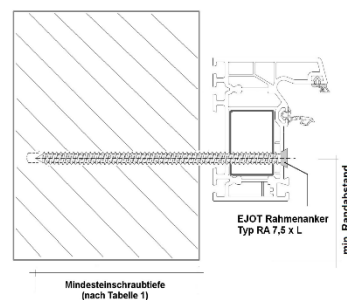

Bild 4 Montageausführung: **seitlicher** Anschluss für Kunststofffenster **mit** Stahlarmierung (2 Wandung) in hochwärmegedämmten Mauerwerk
- in hochwärmegedämmten HLZ- oder Hbl-Mauerwerk aus Leichtbeton bei Kunststofffenstern mit Stahlarmierung, wenn der Ejot Rahmenanker durch zwei Wandungen der Stahlarmierung geschraubt werden kann (Bild 4).